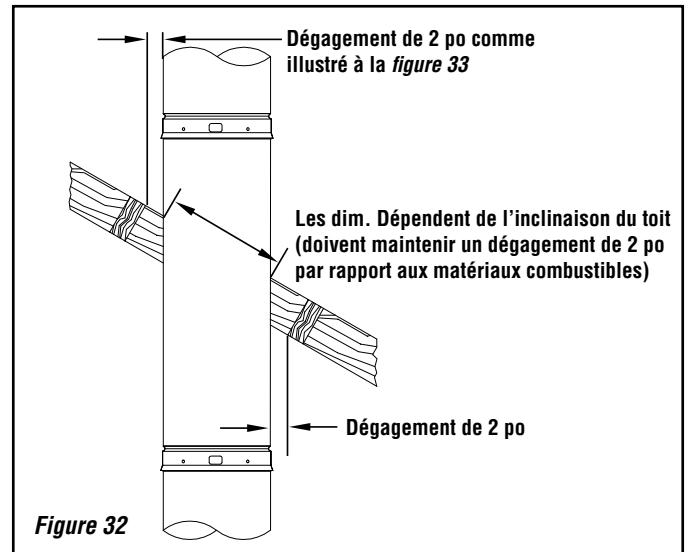

Figure 32
2. Installez la section de cheminée suivante à travers le toit. Voir **figure 32**.